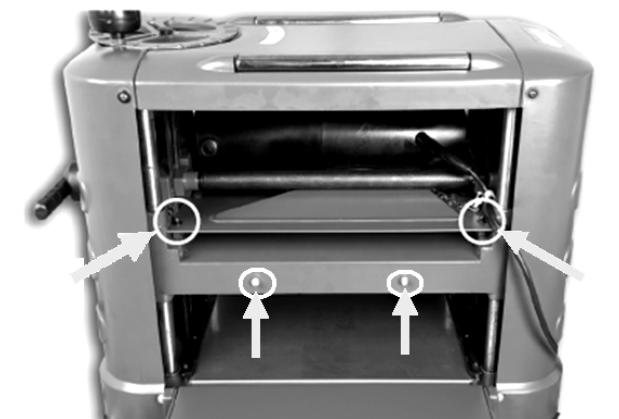

Рис. 4
10.3. Для работы рейсмуса настоятельно рекомендуем использовать систему принудительного удаления древесной стружки (см. п.11.6.). При работе с системой принудительного удаления древесной стружки установите пылеотводный патрубок (16), для чего демонтируйте винты крепления, Рис. 4, установите и винтами крепления закрепите пылеотводный патрубок (16).